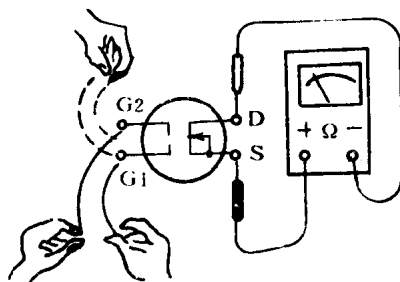

图 1.9 测量场效应管的放大能力
② 放大能力的估测。将万用表置于  $R \times 10$  档,如图 1.9 所示,正表笔接 S 极,负表笔接 D 极。此时阻值接近于无穷大。将 G1 和 G2 上各引一根导线,导线的包皮越薄越好,再用手捏住两导线,把人体感应电场加在 G1 和 G2 上。指针摆动幅度越大,放大能力则越强